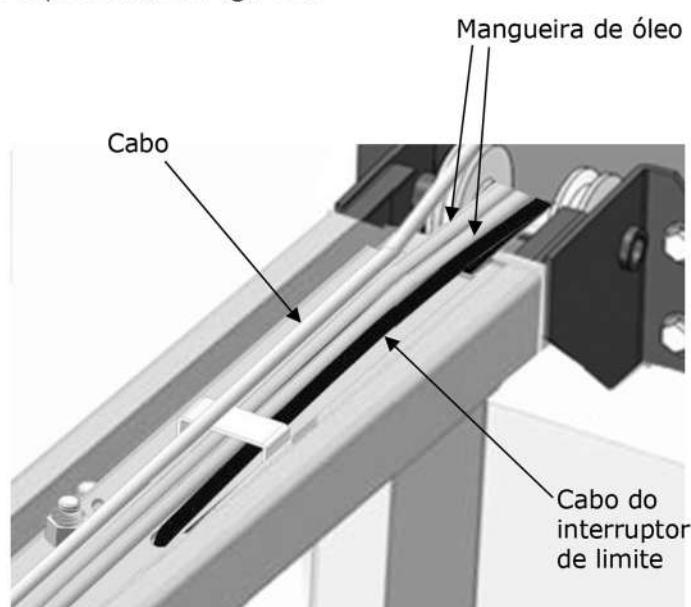

Fig. 40
2. Instale a viga superior. (Ver Fig. 40).